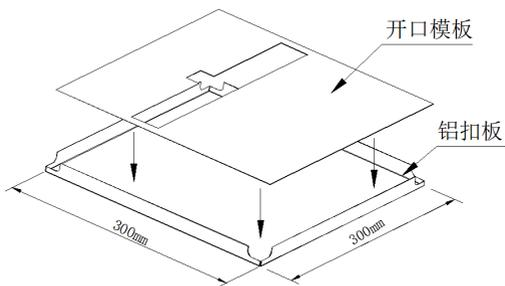

图2
5. 取出随机附件中的铝扣板开口模板，将开口模板放进铝扣板里面，根据模板缺口将铝扣板切开相同的缺口，如图 2 所示。